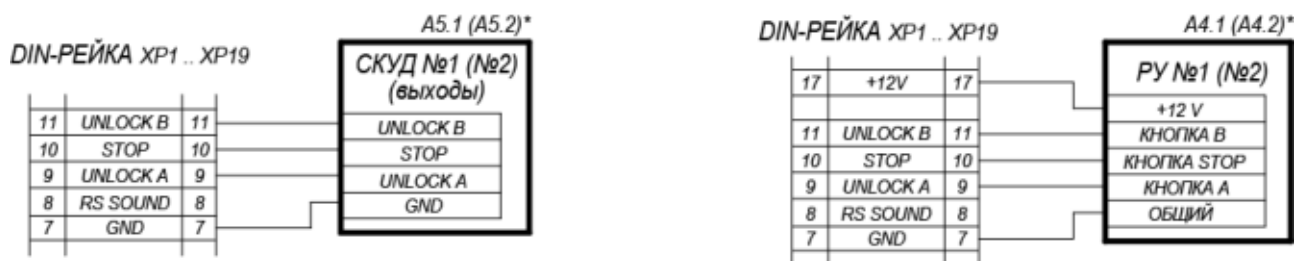

Рисунок 25. Схема подключения турникета и дополнительного оборудования
- ✦ проверьте подключение ЛПП и кабеля питания ЛПП к клеммным колодкам и DIN-рейке в соответствии со схемой соединений (см. рис. 25).